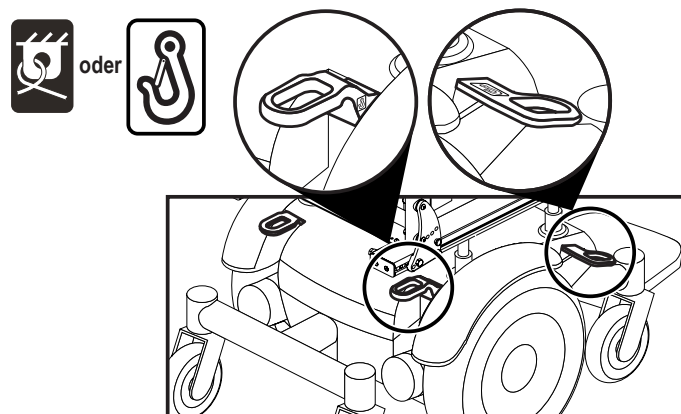

Bild 6. Transport System Sicherungshalterungen
Falls Ihr Elektrorollstuhl mit einem Transport Sicherungs System ausgestattet ist, hat er fabrikinstallierte Sicherungshalterungen und Verankerungen für Positioniergürtel sowohl vorne als auch hinten. **Siehe Bild 6.** Für mehr Informationen über die Nutzung Ihres Transport Sicherungs Systems, schlagen Sie in der mitgelieferte Beilage nach.
- Befestigen Sie die vier Sicherheitsgurte an den vorgesehenen Sicherungspunkten. **Siehe Bild 6 und 7.** Ziehen Sie die Sicherheitsgurte fest, so dass sie gut gestrafft sind.